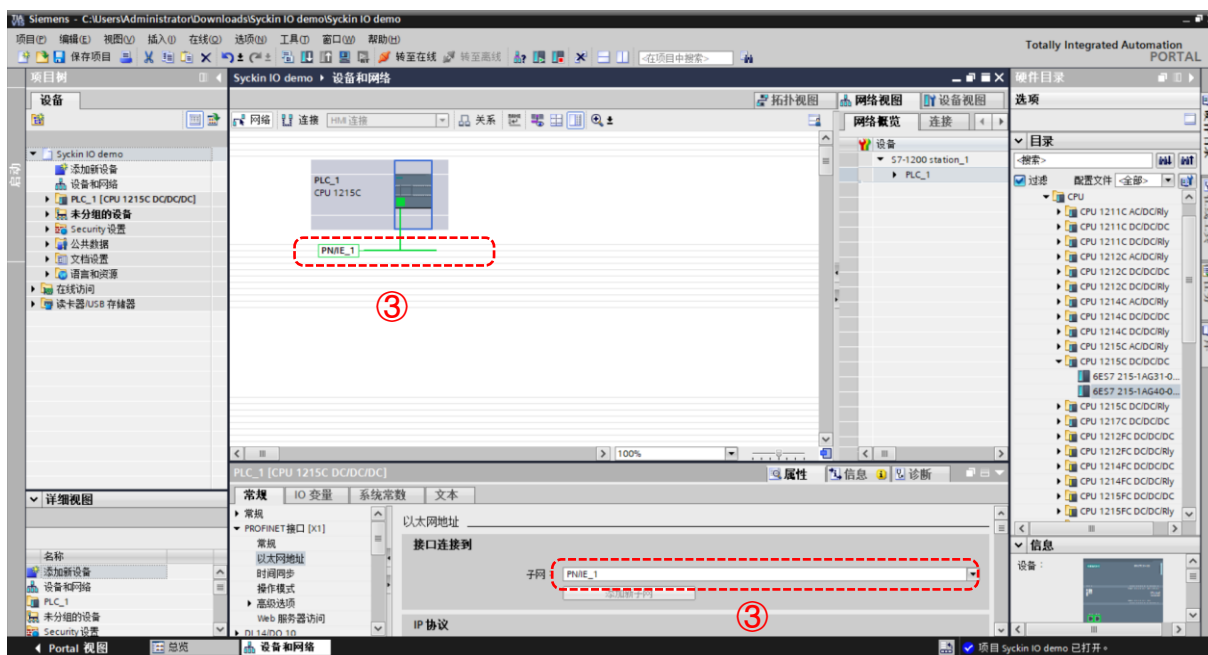

图 3.118
为控制器添加 PN 网络，用于项目组态。添加完成后如图 3.118 的③所示